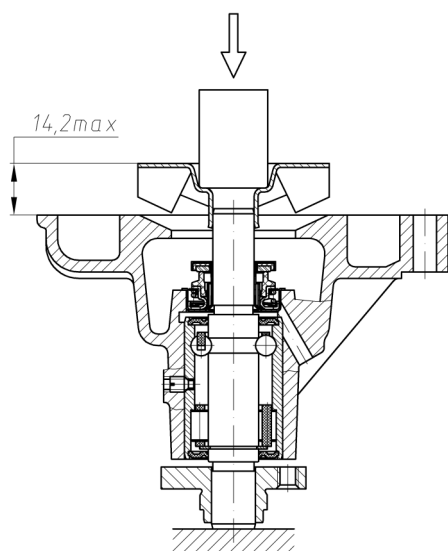

Рисунок 61 – Напрессовка крыльчатки
– напрессовать крыльчатку на валик подшипника, выдержав размер между торцом крыльчатки и торцом корпуса насоса не более 14,2 мм (Рисунок 61). **Не допускается прикладывать усилие запрессовки к обратным сторонам лопастей во избежание их деформации;**